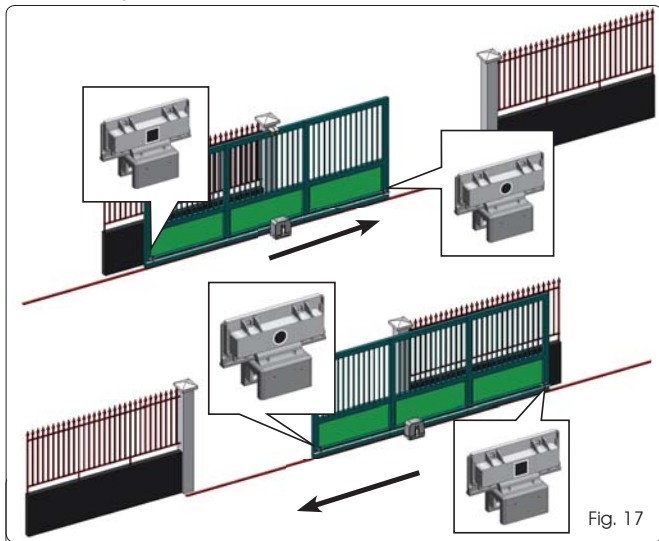

Fig. 17
2. Ponga manualmente la cancela en posición de **apertura** dejando 40 mm con respecto al tope mecánico de final de carrera (véase Fig. 17).
Para un funcionamiento correcto del operador, el imán que representa la parte **REDONDA** debe utilizarse como final de carrera de **APERTURA** y el imán con la parte **CUADRADA** debe utilizarse como final de carrera de **CIERRE** (VÉASE FIG. 17)